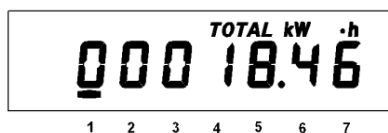

Рисунок 6 – Окно суммарной энергии нарастающим итогом
- значение энергии нарастающим итогом в киловатт-часах [kW•h] (см. Рисунок 6);
На Рисунок 6 показано значение 18.46 [kW•h] суммарной энергии нарастающим итогом.